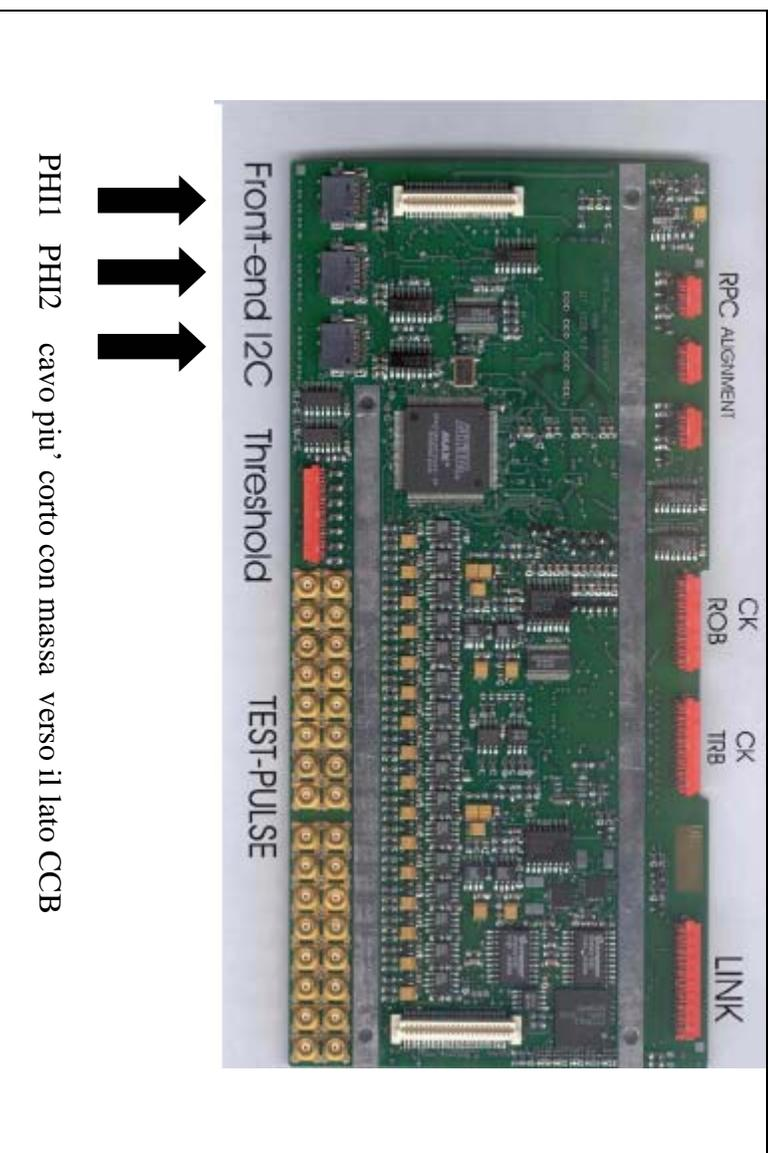

Figura 3: CCB cables connections
- Connettere cavi slow control PH11, PH12 e CCB (vedi Figura 3 , Front End I2C) e cavo soglie (connettore threshold sulla serigrafia) prima di inserire la CCB nel minicrate
- Tenere la scheda aderente al Mini-Crate nel lato opposto ai connettori rossi ed infilare i cavi del clock (CK ROB e CK TRB in Figura 3) che passano sotto la scheda.